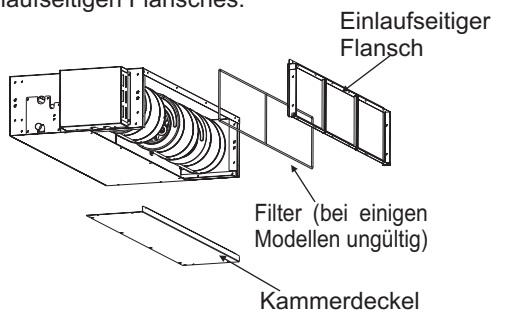
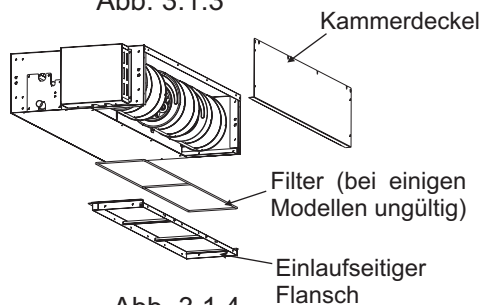

Abb. 3.1.3
Abb. 3.1.4
- (2) Bringen Sie den entfernten Kammerdeckel in der in Abb. gezeigten Ausrichtung und den entfernten einlaufseitigen Flansch in der in Abb. 3.1.3 gezeigten Ausrichtung wieder an, siehe Abb.3.1.4 für die Richtung des einlaufseitigen Flansches.